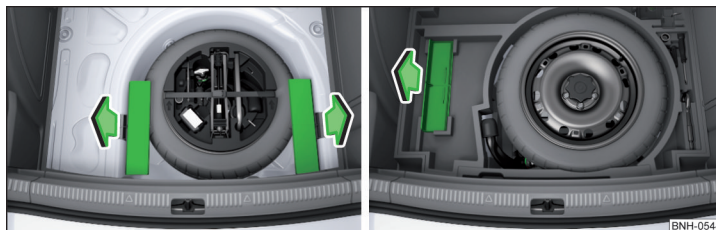
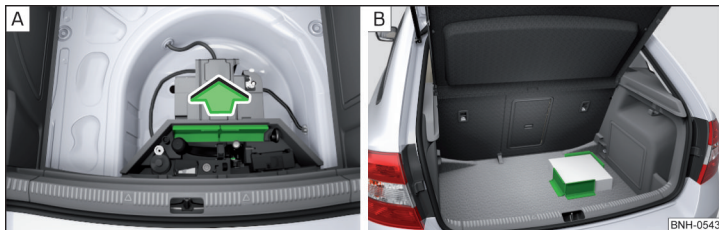

Fig. 110 Scoaterea elementelor Cargo: Varianta 1/varianta 2
Fig. 111 Scoaterea elementelor Cargo: Varianta 3 / Exemplu de fixare a încărcăturii
- ▶ Pentru **utilizare**, scoateți elementele Cargo în sensul săgeților » fig. 110 și » fig. 111 - [A].
- ▶ Fixați încărcătura prin intermediul elementelor Cargo pe cât posibil în apropierea locurilor din spate» fig. 111 - [B].